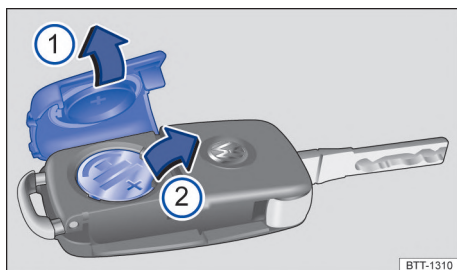

Fig. 41 Llave del vehículo con comando remoto: ① Abrir la tapa del alojamiento de la batería. ② Desmontar la batería.
Leyenda para → fig. 41:
- Retirar la cubierta en el lado posterior de la llave → fig. 41 ① en el sentido de la flecha → ①.
- Colocar la nueva batería según lo indicado ② y presionar en sentido contrario al de la flecha hacia dentro del alojamiento de la batería → ②.
- Coloque la cubierta como se indica ① y presiónela en el sentido contrario al de la flecha sobre la carcasa de la llave del vehículo hasta encajarla.